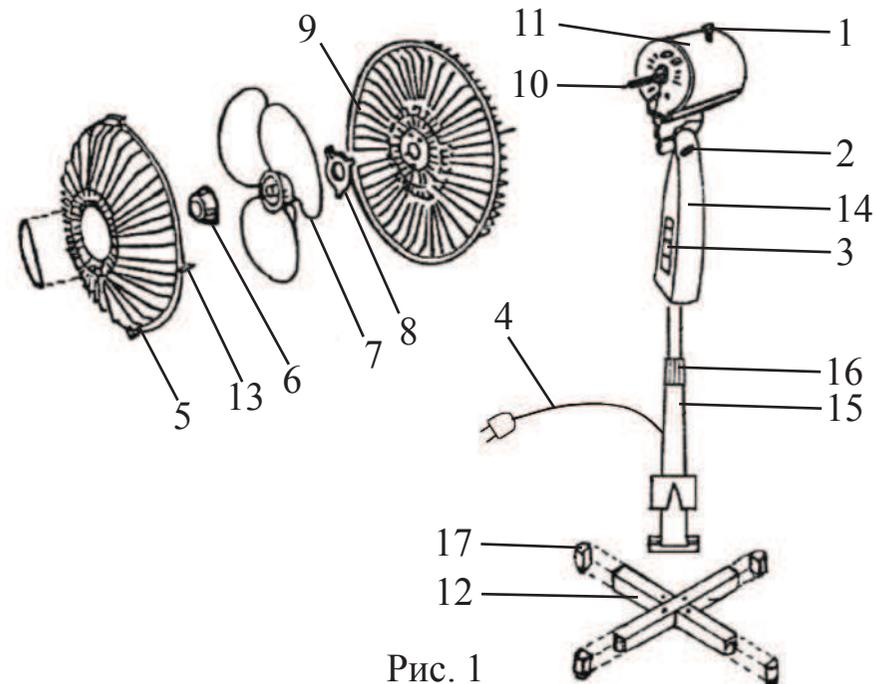

Рис. 1
6.1 Установите заднюю защитную решётку **9** (Рис. 1) на блок электродвигателя **11** (Рис. 1). Затяните гайку **8** (Рис. 1).
6.2 Установите лопасти **7** (Рис. 1) на вал **10** (Рис. 1). Закрепите лопасти с помощью соответствующей гайки **6** (Рис. 1), затянув её против часовой стрелки.
6.3 Установите переднюю защитную решётку **5** (Рис. 1). Закрепите её с помощью кольца - зажима **13** (Рис. 1).
6.4 Установите собранный блок на корпус вентилятора **14** (Рис. 1) и прочно закрепите с помощью винта **2** (Рис. 1). Винтом **2** (Рис. 1) так же можно регулировать вертикальное положение блока.
6.5 Оденьте заглушки **17** (Рис. 1) на основание вентилятора **12** (Рис. 1).
6.6 Соедините телескопическую трубу **15** (Рис. 1) с крестоиной основания и зафиксируйте винтами.
6.7 Установите корпус вентилятора **14** (Рис. 1) на телескопическую трубу **15** (Рис. 1).